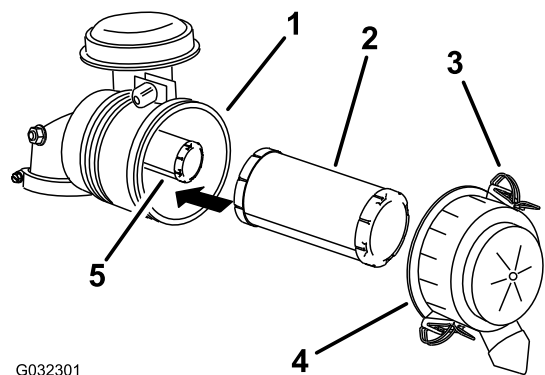

Рисунок 38
3. Освободите защелки воздухоочистителя и отделите крышку от корпуса воздухоочистителя (Рисунок 38).
5. Осторожно извлеките фильтр грубой очистки из корпуса воздухоочистителя (Рисунок 38).
2. При замене внутреннего фильтра осторожно вставьте его в корпус фильтра (Рисунок 38).
3. Осторожно вставьте фильтр грубой очистки поверх контрольного фильтра (Рисунок 38).
4. Установите крышку воздухоочистителя и закрепите ее защелками (Рисунок 38).